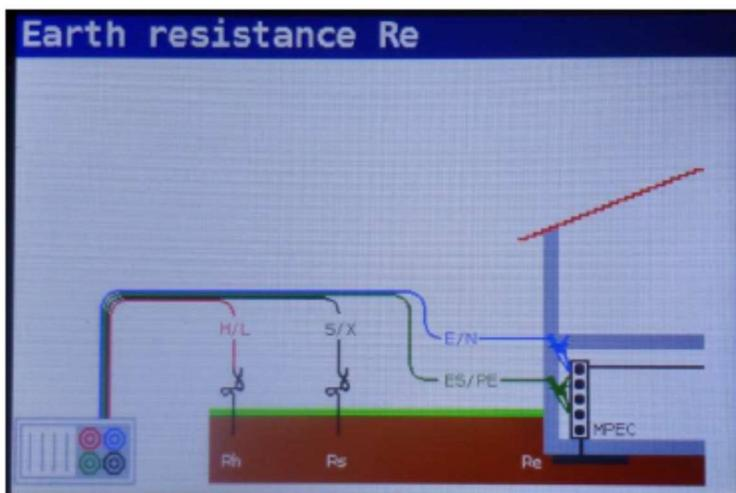

Figure 5-45: Diagramme de connexion
**Étape 3** Suivez le schéma de connexion figure 5.45 pour effectuer la Earth Resistance (mesure de résistance terre) .